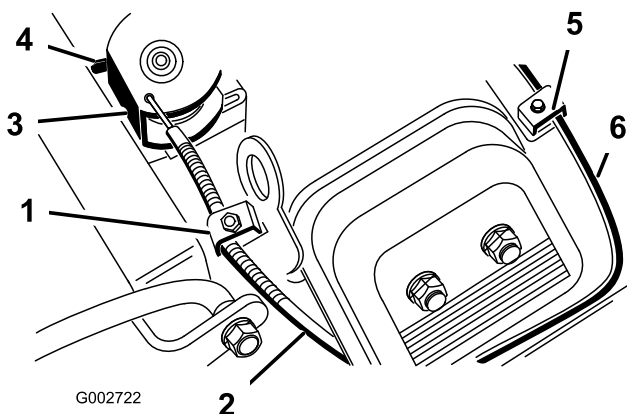

Figura 39
2. Allentate la vite del serrafilo del cavo dell'acceleratore che fissa il cavo al motore (Figura 39).
4. Tirate con forza il cavo dell'acceleratore finché il retro della parte girevole non tocca il fermo (Figura 39).
2. Allentate la vite del serrafilo del cavo dello starter che fissa il cavo al motore (Figura 39).
4. Tirate con forza il cavo dello starter (Figura 39) finché la farfalla dello starter non è completamente chiusa, quindi serrate la vite del serrafilo.